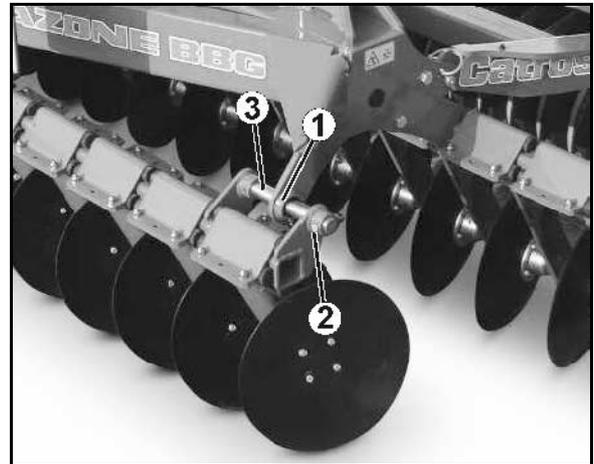

Fig. 39
Zum Austausch der Gleitlager (Fig. 39/1) die ausgeklappte Maschine so abstellen, dass die Gleitlager spannungsfrei sind.
1. Verschraubung (Fig. 39/2) der Verschiebewelle (Fig. 39/3) lösen.